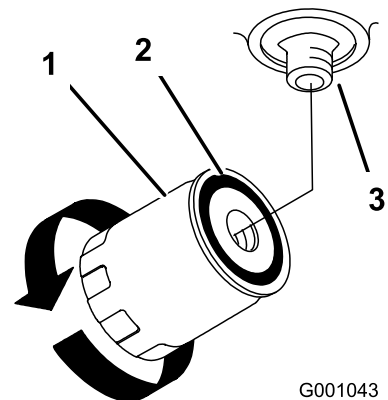

Figure 53
4. Localisez le filtre sous la base du moteur et placez un bac de vidange dessous (Figure 53).
5. Déposez le filtre usagé et essuyez la surface du joint de l'adaptateur (Figure 53).
9. Quand le filtre hydraulique est plein, tournez le filtre à huile dans le sens horaire jusqu'à ce que le joint touche l'adaptateur, puis serrez-le encore de 1/2 tour (Figure 53).